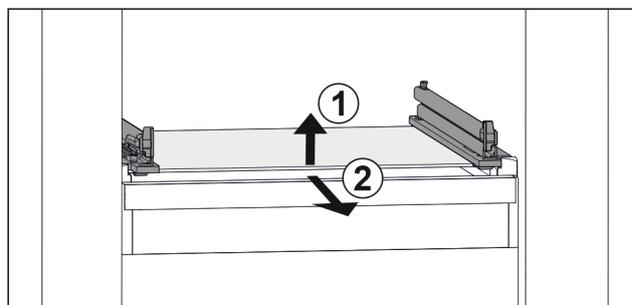

Fig. 27 Exemple de représentation de la tablette en verre
- ▶ Soulever la tablette en verre par l'avant. Fig. 27 (1)
- ▶ Retirer la tablette en verre par l'avant. Fig. 27 (2)